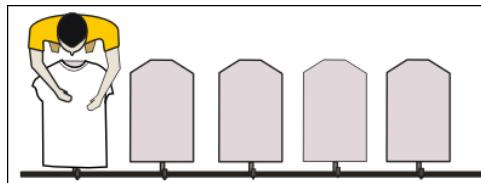

Imagen 312
- 1- Colocar una prenda de prueba en la primera paleta (Imagen 312)